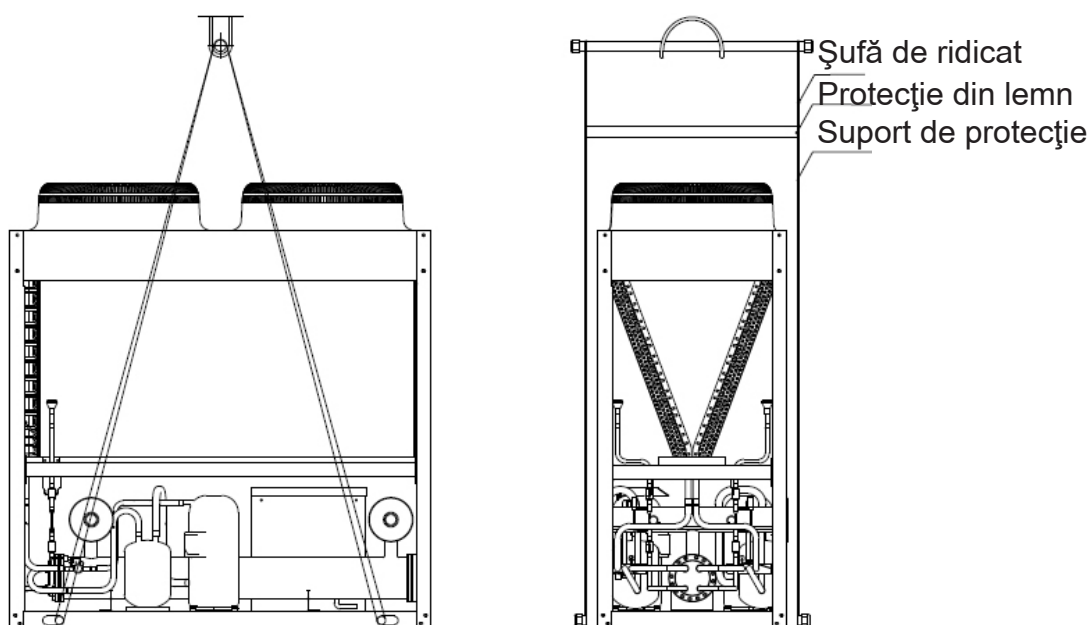
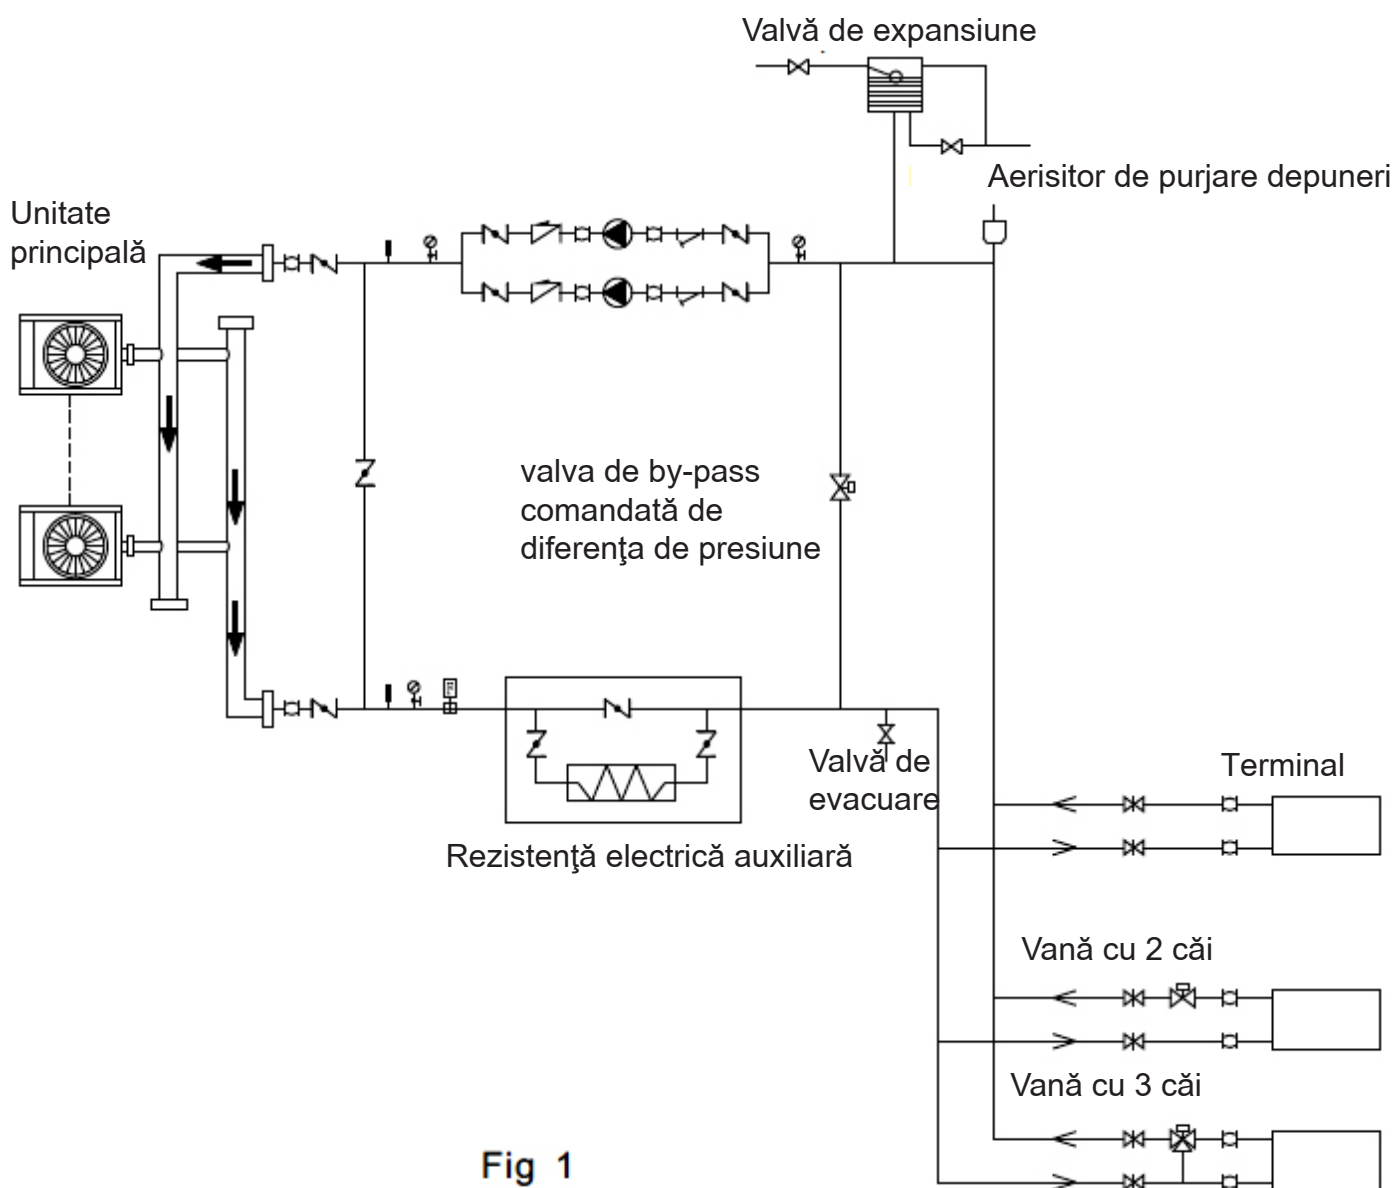
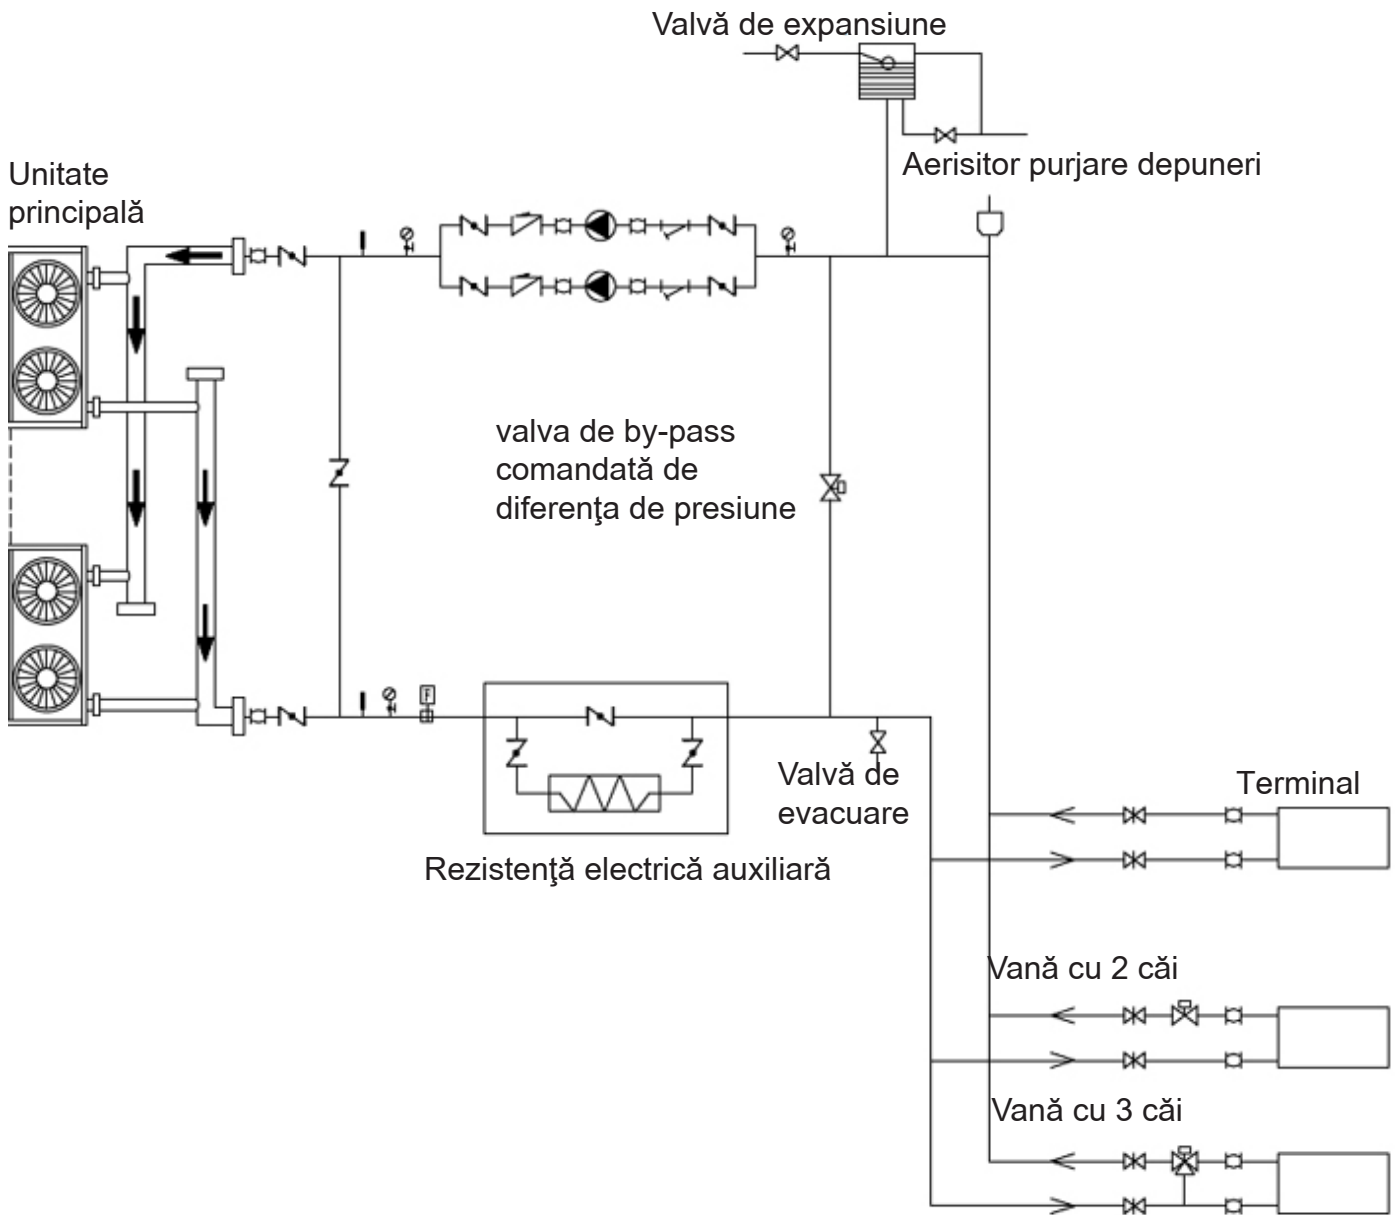

Fig 2
Fig 1
Fig 3
h. Conductele de by-pass și valvele de by-pass așa cum sunt prezentate în Fig.1, Fig.2, și Fig.3 vor fi montate la schimbătorul de căldură în scopul de a realiza curățarea sistemului la exterior a conductelor de apă înainte de a regla unitatea. În timpul operației de întreținere, conducta de apă a schimbătorului de căldură poate fi întreruptă fără a perturba celelalte schimbătoare de căldură.